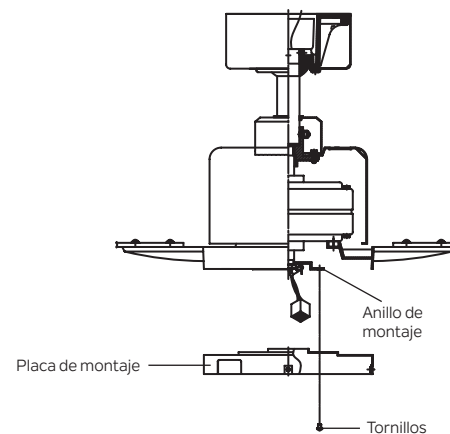

Figura 15
Paso 1. Afloje los dos tornillos del anillo de montaje fijado al eje del motor y “retire” y guarde el tercer tornillo. (Figura 15)
Paso 2. Coloque los orificios de la llave en la placa de montaje sobre los dos tornillos previamente aflojados del anillo de montaje, gire la placa de montaje hasta que se traben en su lugar en la sección estrecha de los orificios de la llave. Fije apretando los dos tornillos previamente aflojados y el que quitó previamente. (Figura 15)